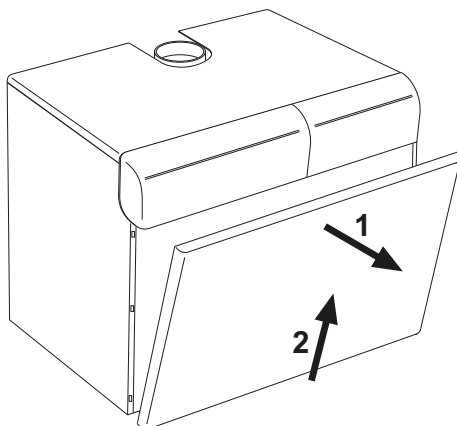

fig. 5 - Apertura pannello anteriore
Per aprire il pannello anteriore della caldaia, vedere la sequenza indicata nella fig. 5.
- Togliere il pannello anteriore della caldaia (fig. 5).